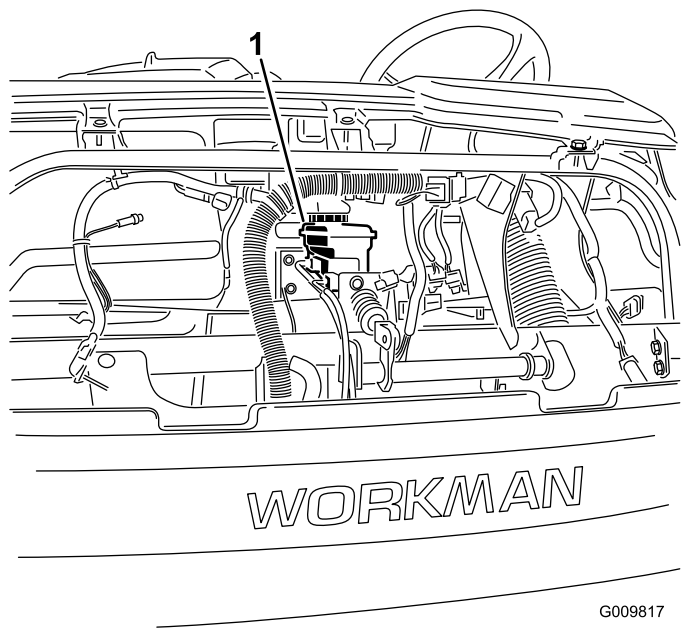

Figura 57
4. Sollevate il cofano per avere accesso al cilindro del freno principale e al serbatoio (Figura 57).